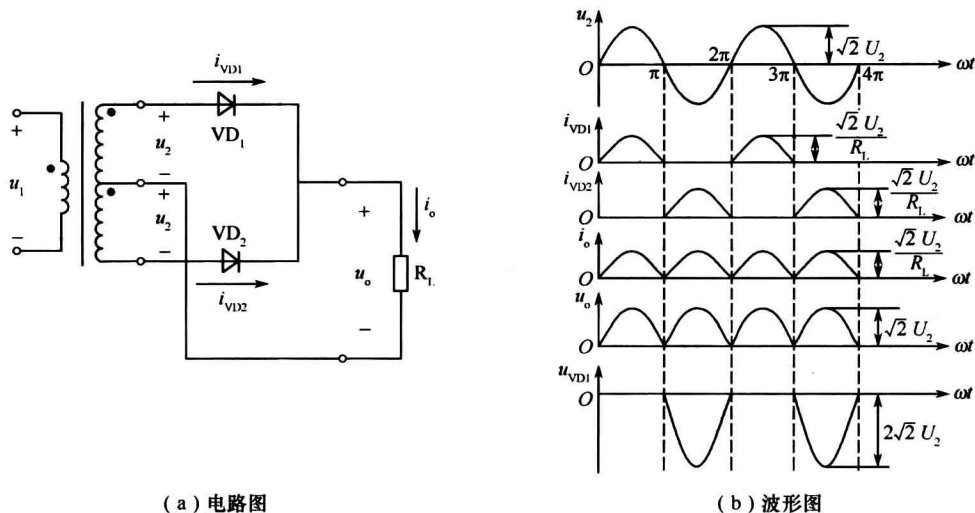

图 1-9 单相全波整流电路
单相全波整流电路如图 1-9(a) 所示, 波形图如图 1-9(b) 所示。
(1) 根据图 1-9(b) 可知, 全波整流电路的输出电压为